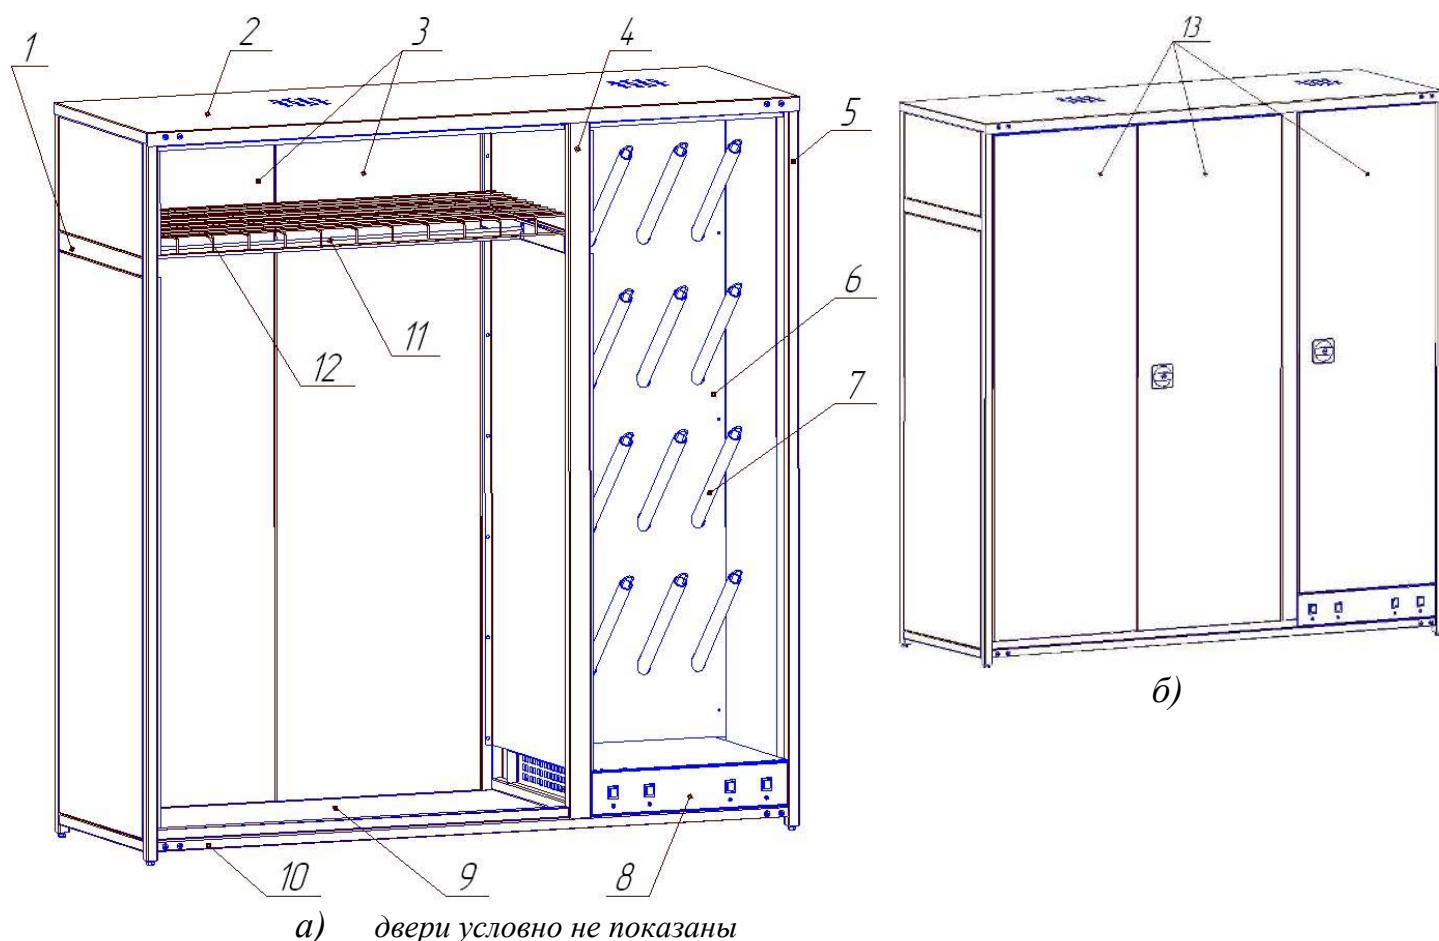

Рис. 1 Шкаф сушильный RANGER в сборе
- 3.1 Шкаф сушильный (рис.1) представляет собой металлический корпус, состоящий из двух внешних (поз.1 и 5) и одной внутренней (поз.4) (разделяет шкаф на два отделения) рам, с зафиксированными на них стенками, поперечин (поз.10), соединяющих рамы, крышки (поз.2), дна (поз.9), панели для установки патрубков (поз.6), задних стенок (поз.3) и трех дверей (поз.13), которые запираются на два ригельных замка.